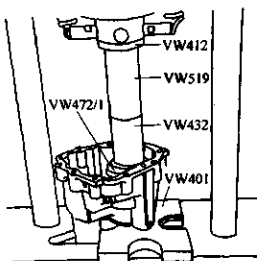

图 3-51 安装新的输入轴轴承
- 7) 将新的输入轴轴承安装在新的后盖上, 如图 3-51 所示。